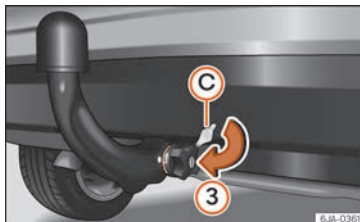

Fig. 237 Colocación de la tapa de la cerradura.
- Cierre con llave (B) la cerradura de la rueda manual girando la llave hacia la derecha hasta el tope, en el sentido de la flecha (1) – la flecha en la llave señala el símbolo “cerradura cerrada”.
- Extraiga la llave en el sentido de la flecha (2).
- Coloque la tapa (C) en la cerradura de la rueda manual en sentido de la flecha (3) » fig. 237.